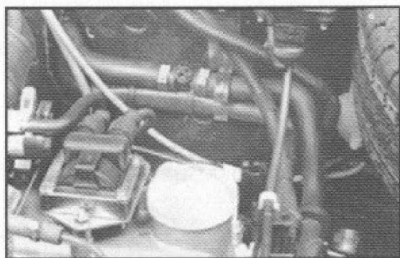

fig. 5
- retire a tampa do bocal de enchimento, girando-a no sentido anti-horário **fig. 5** ou **6**.